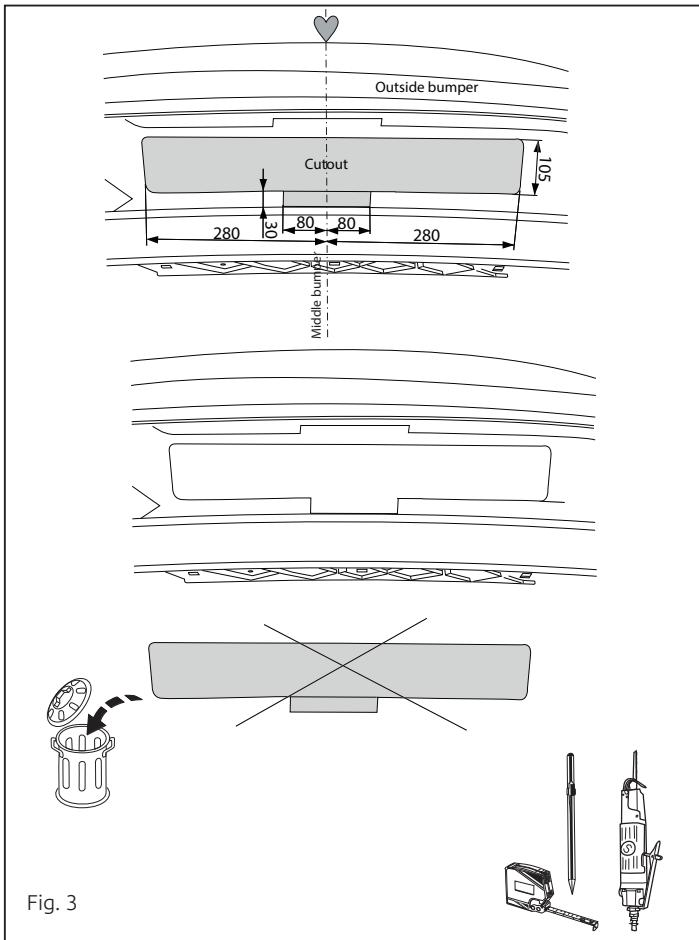

Fig. 3
- Внимание! При необходимости:** Выпилить обозначенные части, как указано на рис. 3.